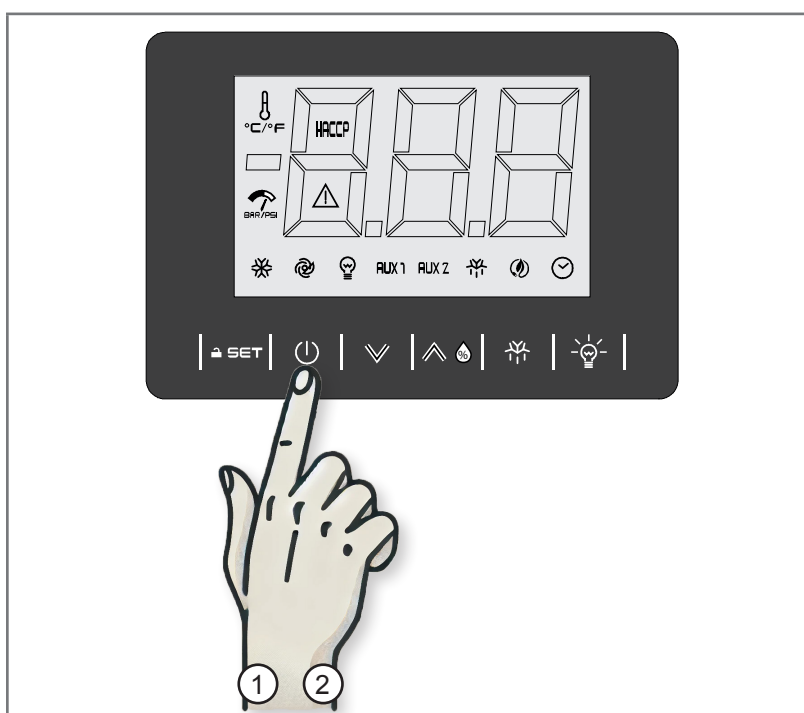

Fig 3.2 - Mise en marche et arrêt
1. Appuyer sur la touche ON/STAND-BY pendant 2 secondes (1 - Fig. 3.2).
2. Appuyer sur la touche ON/STAND-BY pendant 2 secondes (2 - Fig. 3.2).